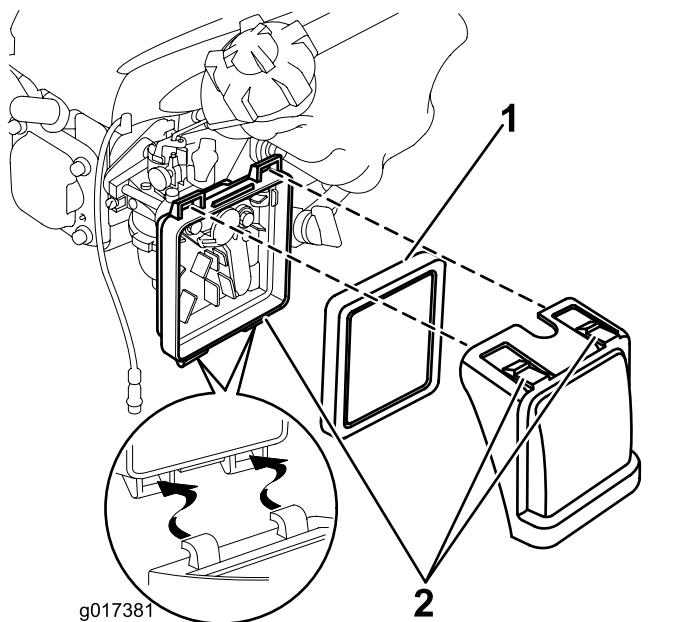

Figura 18
1. Presione hacia abajo los cierres de la parte superior de la tapa del limpiador de aire (Figura 18).
2. Abra la tapa (Figura 18).
3. Retire el filtro (Figura 18).
6. Instale el filtro en el limpiador de aire (Figura 18).
7. Coloque la tapa (Figura 18).